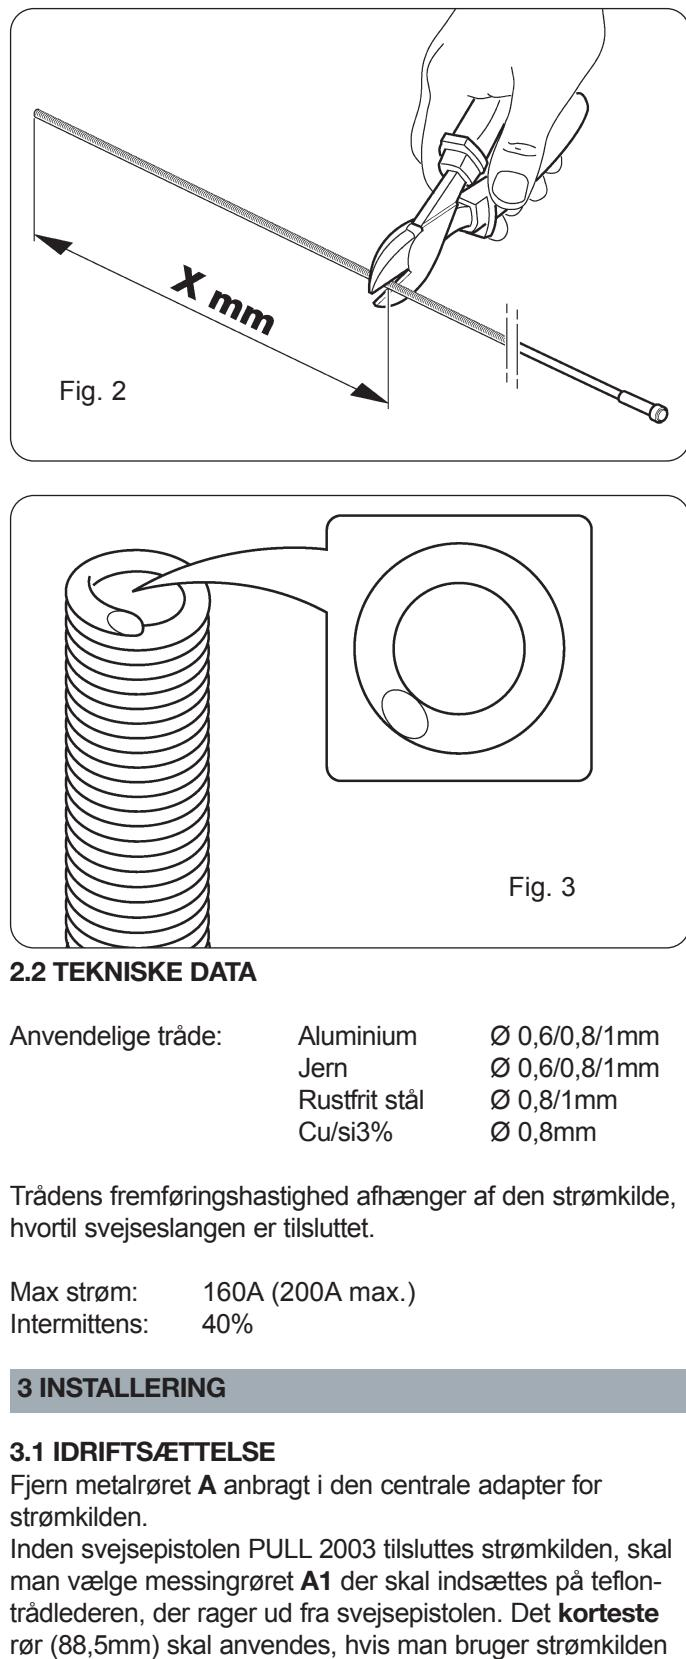

Fig. 1
- Trådlederen er længere end svejsepistolen; den rager ud med **X mm** (se fig. 1).
- Mål den udragende del med stor præcision (se fig. 1).